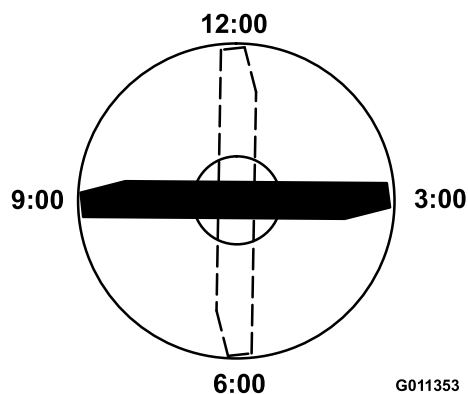

Figura 74
4. Orientate il tagliente dell'estremità marcata della lama sulle ore 12 (esattamente in avanti, nel senso di falciatura) (Figura 74) e misurate l'altezza tra il banco e il tagliente della lama.
5. Ruotate l'estremità marcata della lama sulle ore 3 e sulle ore 9 (**Figura 74**) e misurate le rispettive altezze.